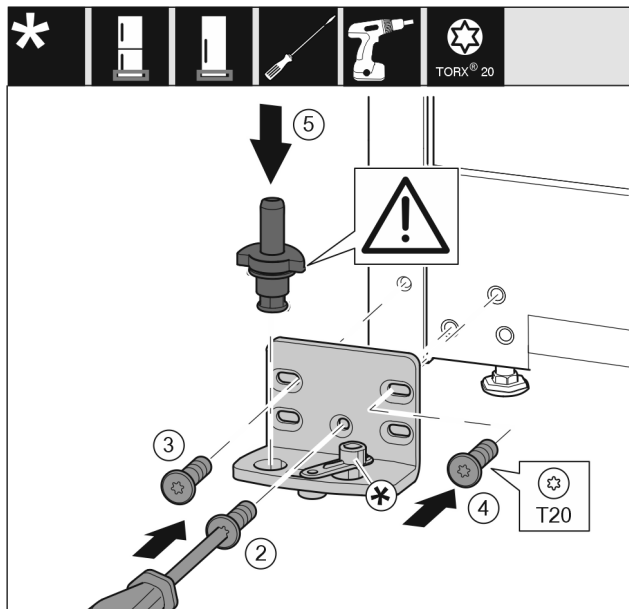

Fig. 17
- Coloque el soporte de cojinete en el otro lado y atorníllelo con la ayuda de un destornillador T20. Comience por el tornillo 2 en la parte inferior central. *Fig. 17 (2)*
- Atornille los tornillos 3 y 4. *Fig. 17 (3,4)*
- Coloque el perno de cojinete completo. Preste atención a que el saliente de retención esté orientado hacia atrás. *Fig. 17 (5)*